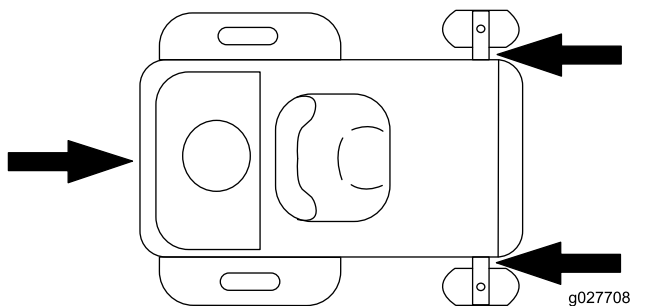

Figure 32
5. Arrimez la machine près des roues pivotantes avant et du pare-chocs arrière (Figure 32).